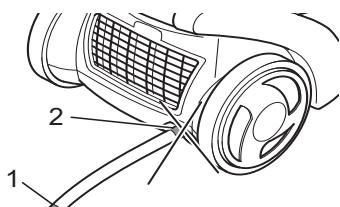

Abb. 10
2. Ziehen Sie das Kabel am Stecker (Abb. 1/16) bis zur gelben Markierung (Abb. 10/1) heraus.
Falls die rote Markierung (Abb. 10/2) sichtbar ist, ziehen Sie das Kabel wieder so weit ein, bis diese nicht mehr zu sehen ist, ▷Kapitel 3.2, „Ausschalten und Stromkabel aufrollen“. Ansonsten kann das Kabel abreißen. Es besteht die Gefahr eines elektrischen Schlages.